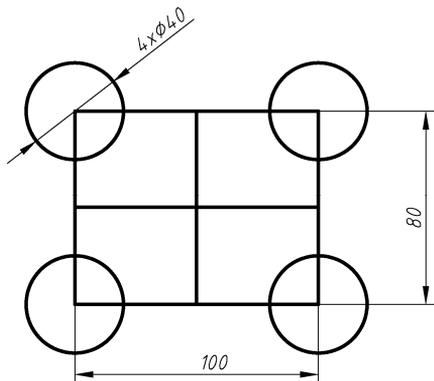

图 1-15 练习 1-1
(1) 启动 AutoCAD, 设置图形界限为  $210 \times 297$ , 然后绘制如图 1-15 所示的图形 (不要求线型, 不标注尺寸, 绘制过程中利用坐标准确定位各个圆的圆心), 最后将绘制出的图形命名为“练习 1-1”并保存。